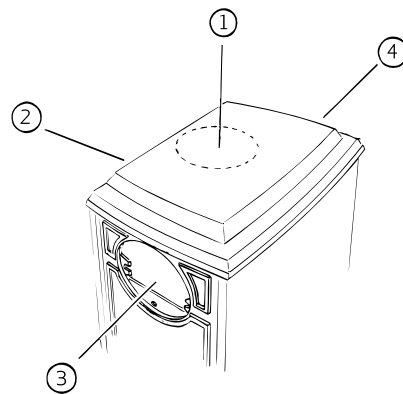
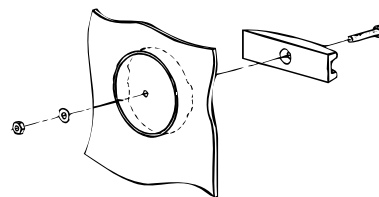

Fig. 3 DOVRE 425 CB har ikke sideuttak
Fig. 4 Fjern røyklokk
3. Løft, ikke tipp, peisovnen til oppreist stilling. Røykuttaket kan være plassert bak, på toppen eller på en av sidene. Se fig. 3. Ildstedets plassering avgjør hvilket røykutak som skal benyttes. Skal røykuttaket være på topp eller bak må røyklokket fjernes med vedlagte spesialverktøy (se fig. 4).